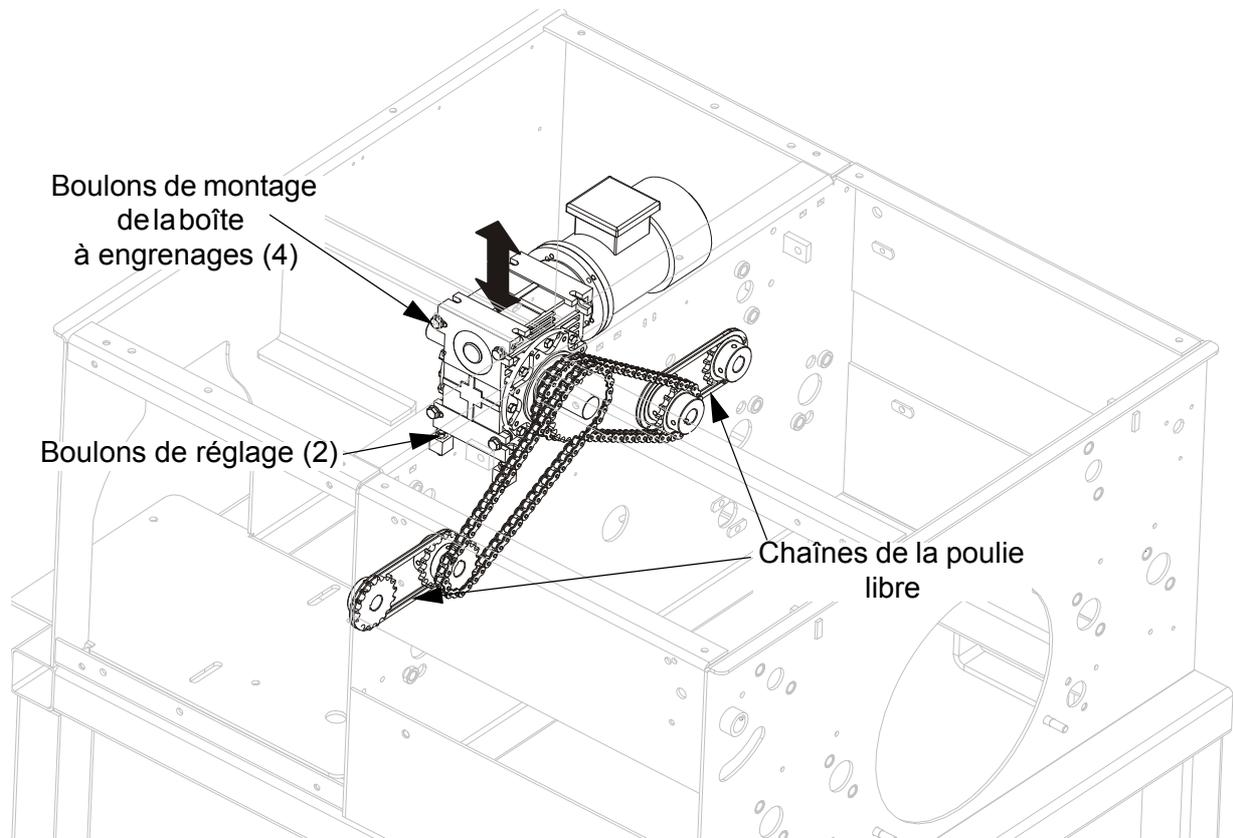

FIGURE 5-5
**Voir Figure 5-5.** Pour tendre les chaînes d'entraînement, dévissez et ouvrez carter de boîte à engrenages.